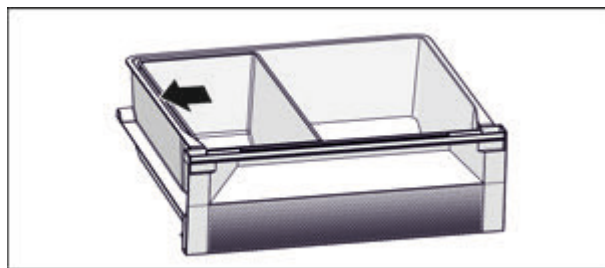

Fig. 7
- ▶ Для оптимального охолодження Встановити ящик Fish & Seafood, як показано на малюнку (див. Fig. 7).